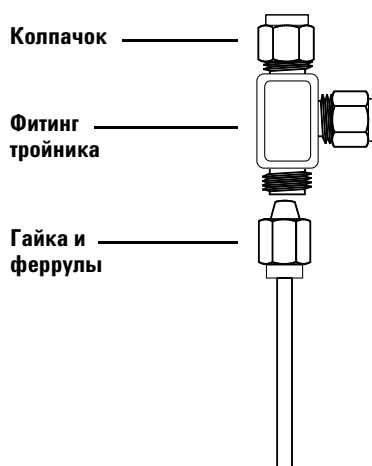

Рис. 13 Тройник Swagelok
- 1 Отрежьте трубку в том месте, в котором требуется установить тройник. Соедините трубку и тройник с помощью фитинга Swagelok. См. Рис. 13.